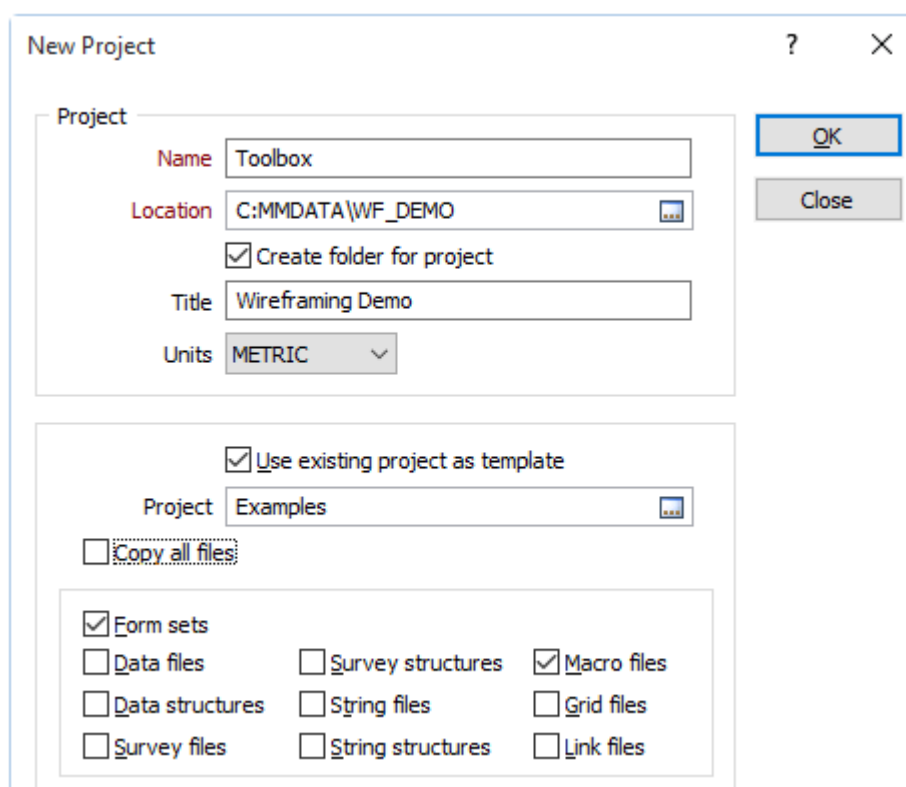

Рисунок 6.1 - Створення проєкту у Micromine
4. Створіть новий проєкт у середовищі Micromine (рис.6.1). Задайте йому ім'я, пропишіть шлях зберігання проєкту, створіть для проєкту окрему теку, а також встановіть прапорець застосування проєкту як шаблону.